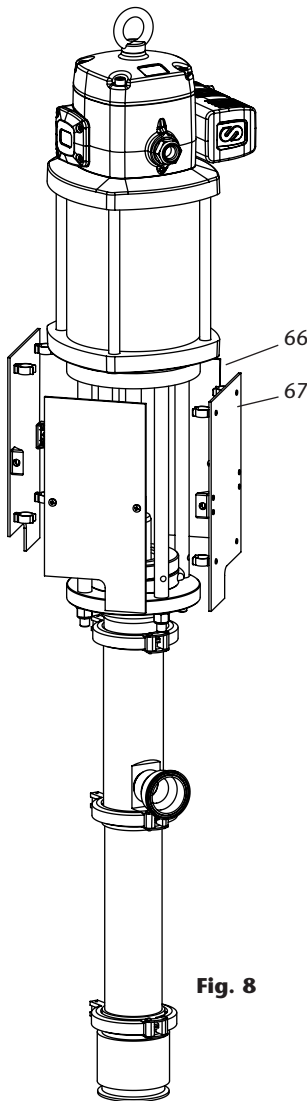

Fig. 8
3. Retirar las pantallas de protección (66, 67) (fig. 8).